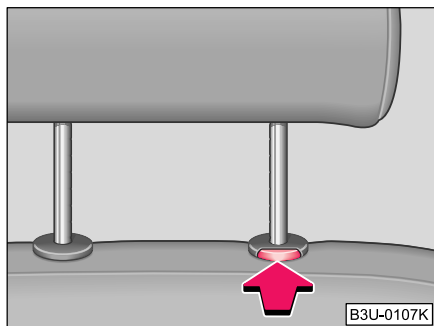

Fig. 45 Sacar reposacabezas
- Presione la tecla del seguro en el sentido de la flecha ⇒ **fig. 45** y extraiga el reposacabezas.